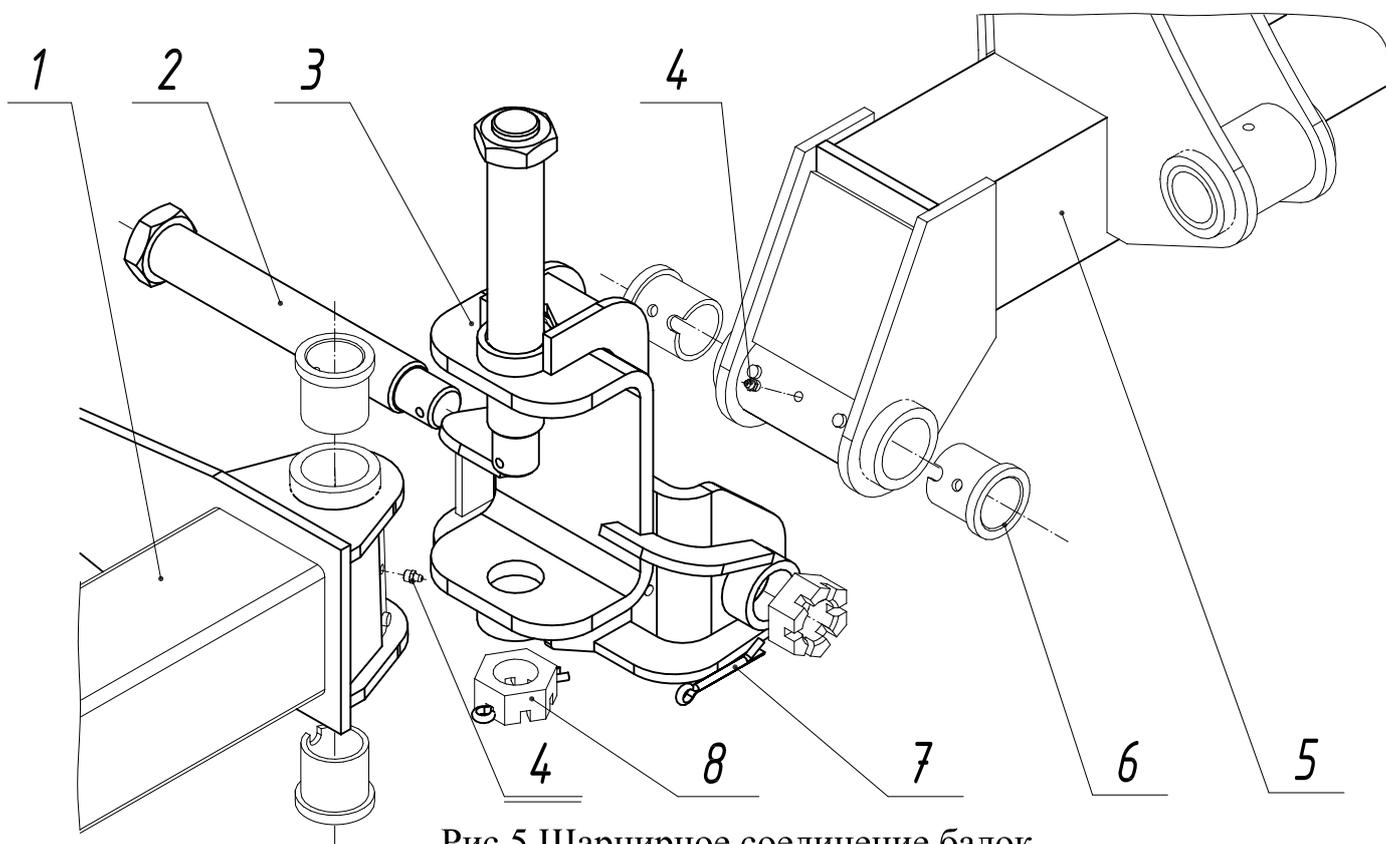

Рис.5 Шарнирное соединение балок
2.1.3.Крестовина 3 (рис.5) служит соединительным звеном между боковыми и центральной балками, и позволяет сцепке копировать рельеф почвы. Крестовина представляет собой сварную конструкцию из двух скоб и жесткостей из косынок и планок.